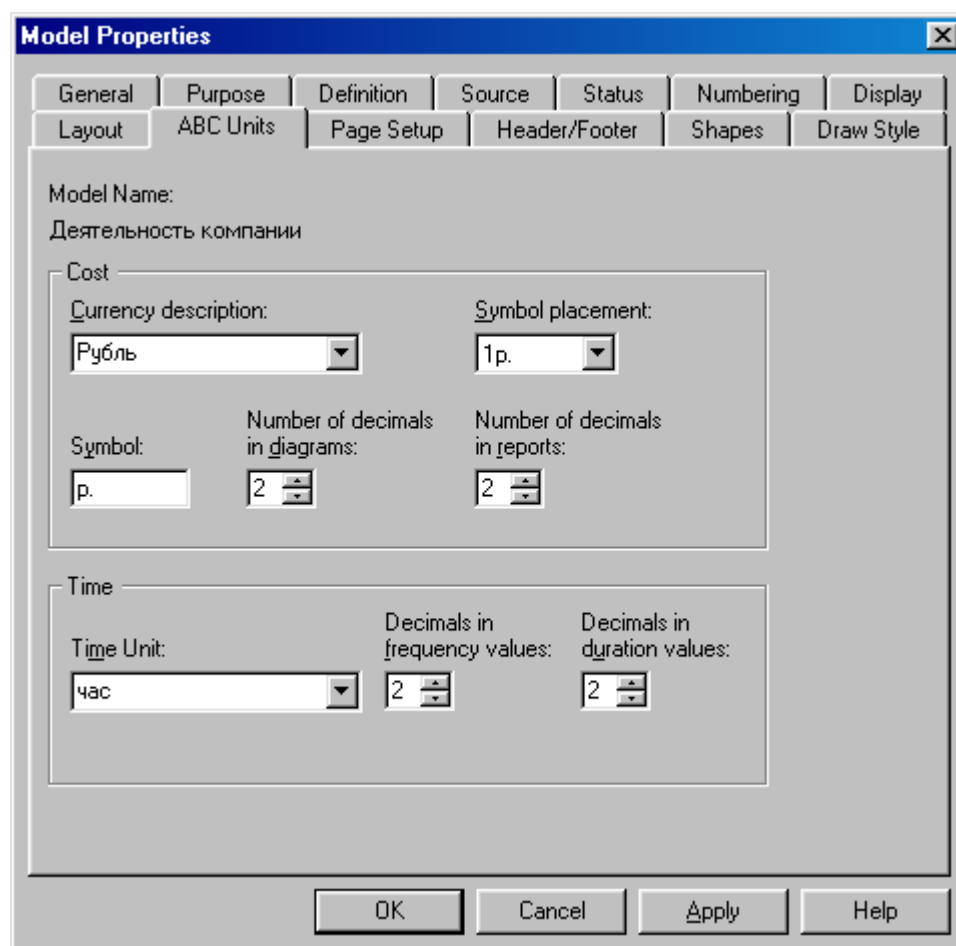

Рисунок 8.1- Вкладка **ABC Units** диалога **Model Properties**
- 1 В диалоговом окне **Model Properties** (вызывается из меню **Mode/Model Properties**) во вкладке **ABC Units** (рисунок 8.1) установите единицы измерения денег - рубли и времени - часы.